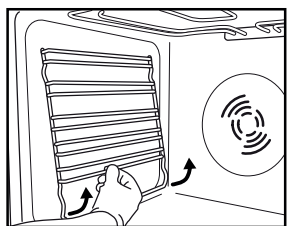

Fig.3
1. Déposez les grilles porte-accessoires latérales (Fig. 3).